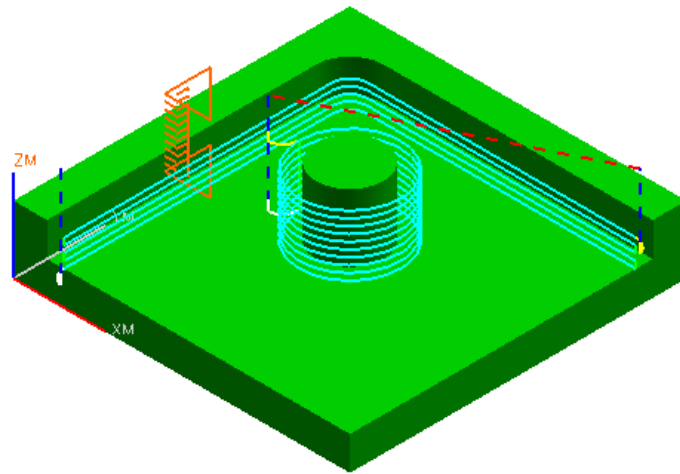
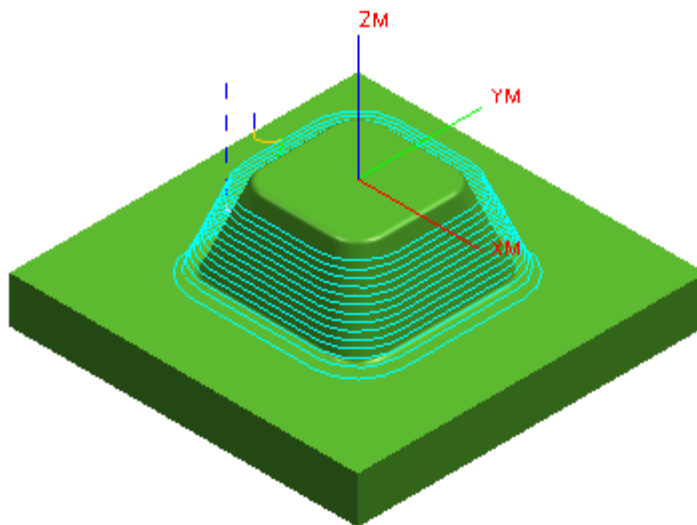
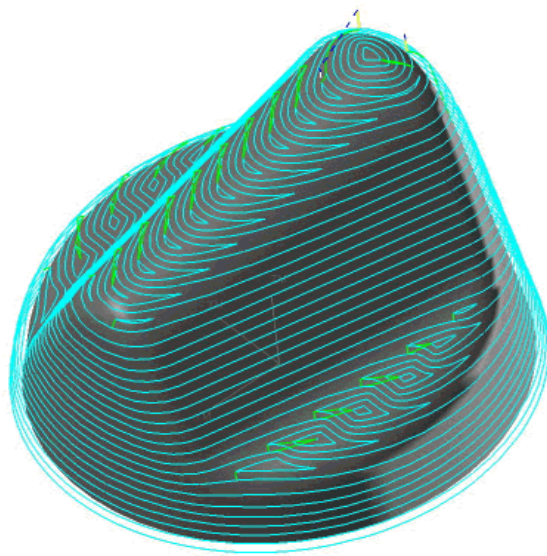

图 5-1
图 5-2
图 5-3
- 等高轮廓铣可以加工任意表面轮廓，如图 5-1 为竖直轮廓，图 5-2 为有拔模角的斜面轮廓，图 5-3 为复杂曲面轮廓。